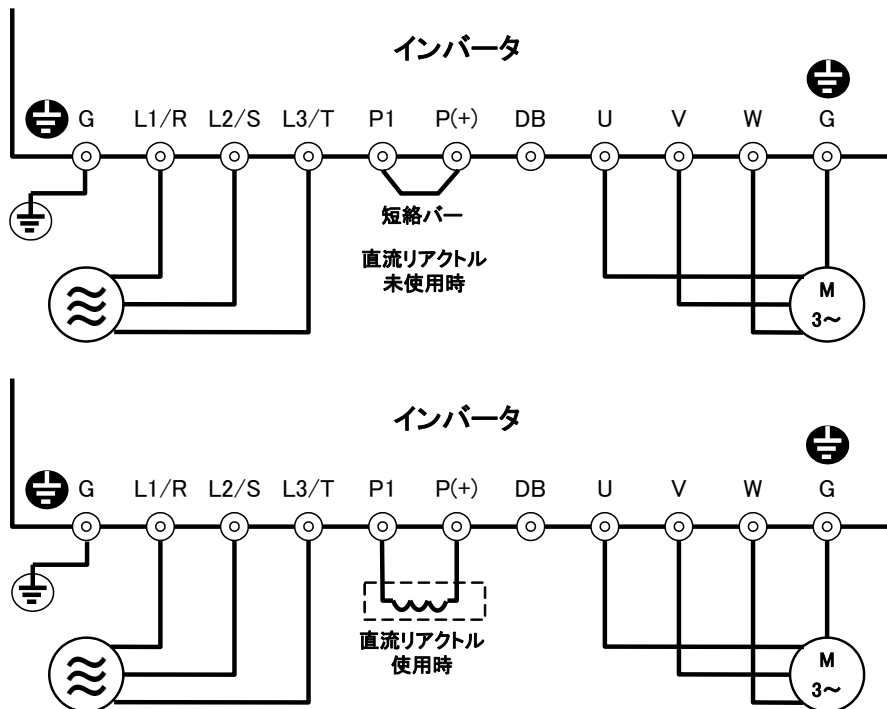

図 4.2-1 主回路端子の接続図 (3 相電源の場合)
- (1) 主電源入力端子 (L1/R, L2/S, L3/T), インバータ出力端子 (U, V, W) およびインバータ接地端子 (G) は正しく接続されていますか。(図 4.2-1 参照)